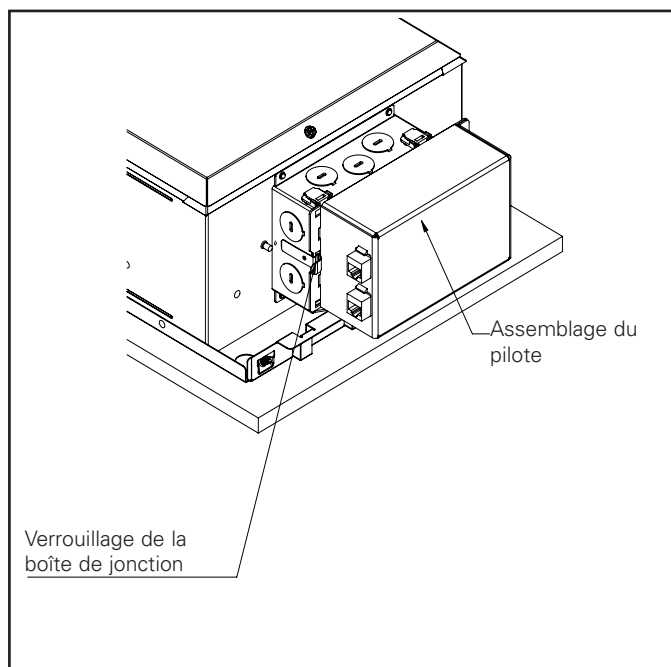

Figure 25.
1. Appuyez sur le verrou de la boîte de jonction afin de retirer l'assemblage du pilote (consultez la Figure 25).